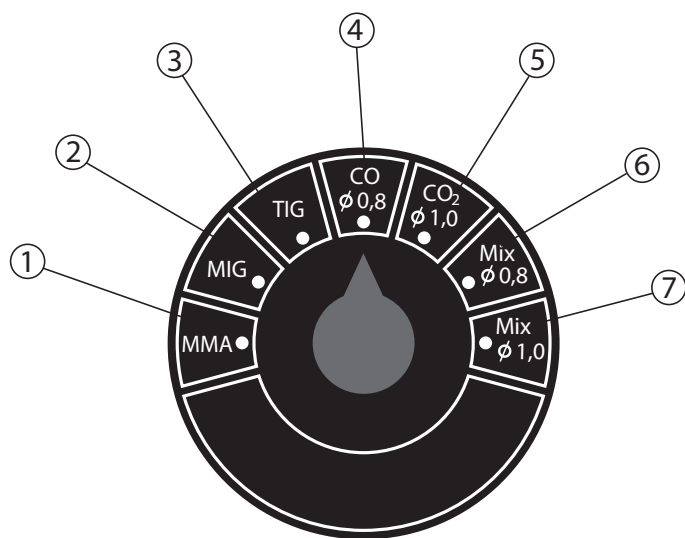

Рис. 6. Настройки способов сварки
7. Произведите настройки процесса сварки на передней панели управления аппарата. Выберите настройки на MIG (**4, рис. 6**) или одну из синергетических настроек (**2, 3, 5 или 6, рис. 6**). С помощью регулятора (**1, рис. 1**) установите значение скорости подачи проволоки, отображаемое на цифровом дисплее (**2, рис. 1**). Регулятором (**13, Рис. 1**) выставьте рабочее напряжение дуги, отображаемое на цифровом дисплее (**14, рис. 1**).
5. Произведите настройки процесса сварки на передней панели управления аппарата. Выберите настройку TIG (**7, рис. 6**), установите требуемое значение тока с помощью регулятора (**1, рис. 1**), оно отображается на цифровом дисплее (**2, рис. 1**). Также настройте время падения тока с помощью регулятора (**13, рис. 1**), отображаемое на цифровом дисплее (**14, рис. 1**).
6. Выберите способ сварки ММА регулятором на передней панели аппарата (**1, рис. 6**). С помощью регулятора (**1, рис. 1**) установите значение тока, отображаемое на цифровом дисплее (**2, рис. 1**), а регулятором (**13, рис. 1**) установите значение тока форсажа дуги, отображаемое на цифровом дисплее (**14, рис. 1**).